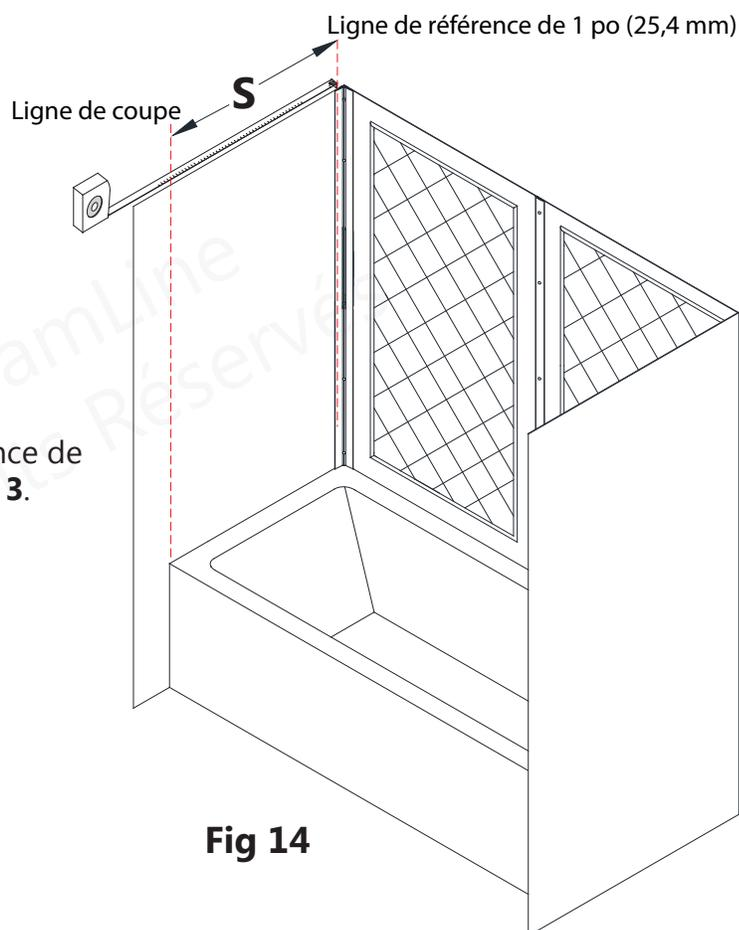

Fig 14
14. Prenez la mesure à partir de la ligne de référence de 1 po jusqu'au repère de la dimension **D** de l'étape 3. Ceci représente la dimension « **S** ». (**Fig 14**)